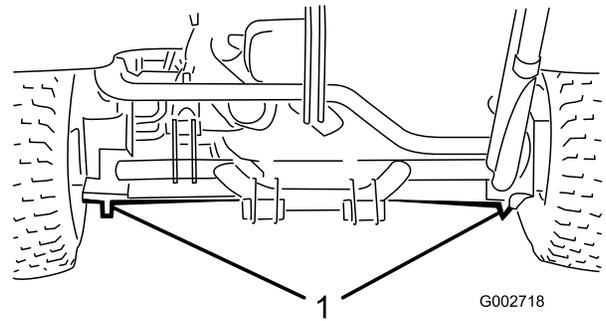

Figure 18
- Côté gauche ou droit, sous le moteur de roue arrière ou le cadre (Figure 18).